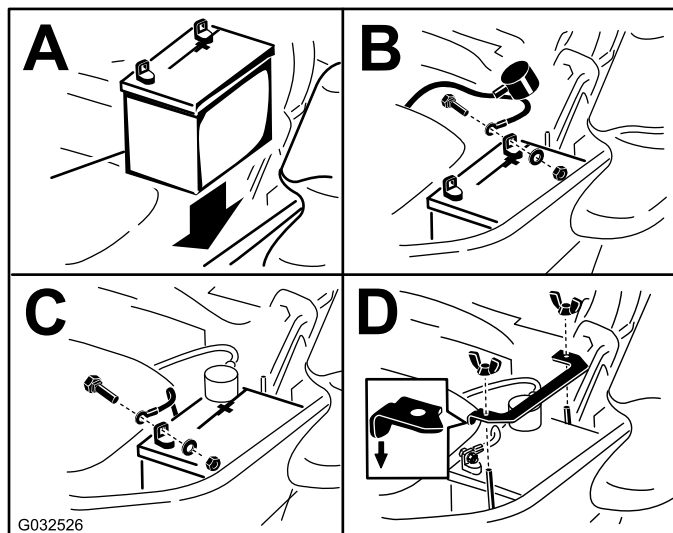

Figura 55
**Nota:** Coloque la batería en la bandeja, con los bornes frente al depósito de aceite hidráulico (Figura 55).